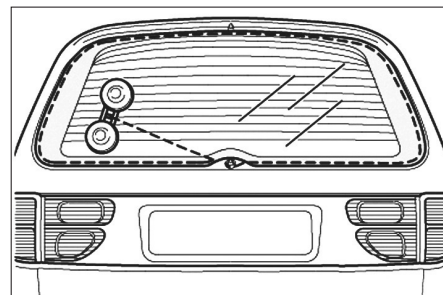

FIG. 8
- Mettre en place un dispositif d'enroulement (Fig.8).